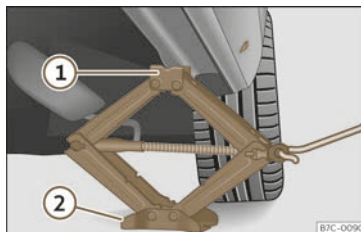

Abb. 263 Längsträger: Wagenheber ansetzen.
- Drehen Sie die Kurbel des unter dem Aufnahmepunkt des Längsträgers befindlichen Wagenhebers, bis sich die Nase (1) >>> (Abb. 263) unter der vorgesehenen Einführung befindet.
- Richten Sie den Wagenheber so aus, dass sein Aufnahmehorn (1) in die dafür vorgesehene Aufnahme am Längsträger „greift“ und die bewegliche Grundplatte (2) plan auf dem Boden aufliegt. Die Bodenplatte (2) muss sich dabei senkrecht unter dem Aufnahmepunkt (1) befinden.